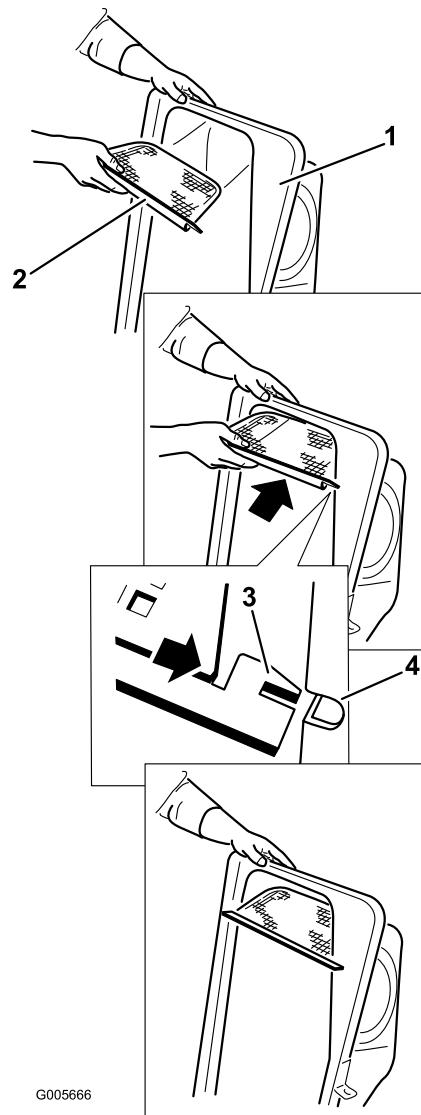

Figura 12
2. Instale la rejilla según se muestra en Figura 12, de manera que quede inclinada hacia abajo, hacia las bolsas de recogida.